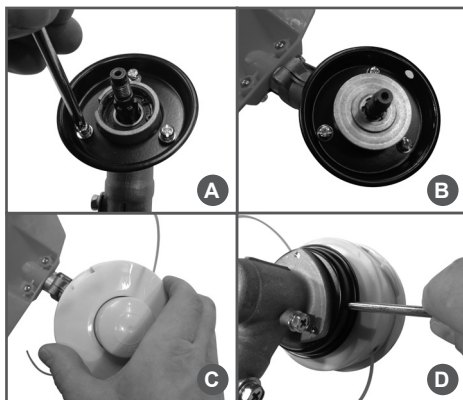

Рис. 5 Установка триммерной головки
1. Установите на редуктор защитную чашку (Рис. 5А).
2. Установите на редуктор защитную шайбу (Рис. 5В) и шайбу прижимную ножа.
3. Накрутите на вал редуктора триммерную головку (левая резьба) (Рис. 5С).